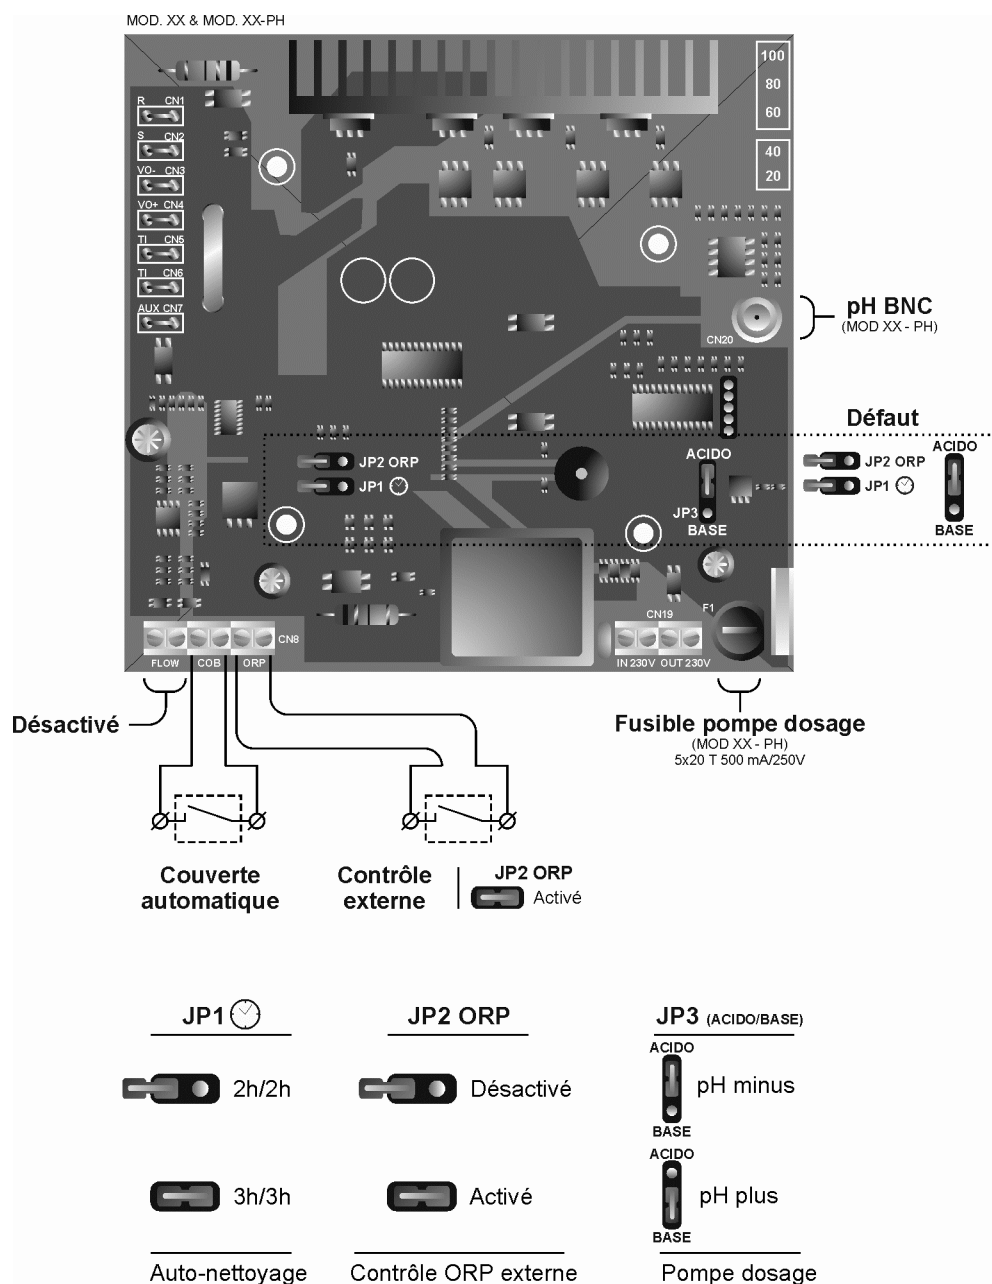

Fig. 16
- **Système d'AUTONETTOYAGE DES ÉLECTRODES :** les leds [5] indiquent l'état de polarisation des électrodes (directe/inverse). La fréquence d'inversion peut être sélectionnée au moyen du jumper « **JP1** » situé dans la carte de contrôle du système (Fig. 16). Cette configuration sera effective quand l'on déconnecte et reconnecte la source d'alimentation.